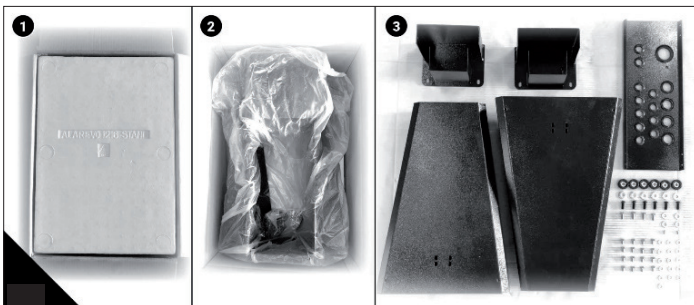

Abb. 24
Abb. 24: Untergestell für Revo 1216 Drechselbank auspacken. (1) Inhalt der Transportverpackung in der Kiste. (2) Untergestell in der Kiste. (3) Ausgepackter Kisteninhalt.